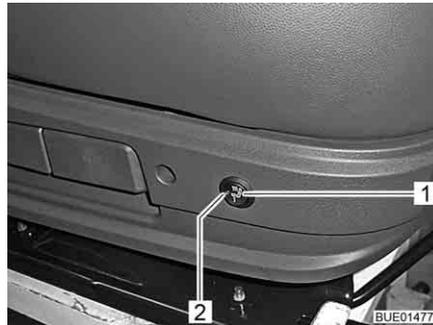

Bild 25 Schalter für Sitzheizung
- Schalter (Bild 25,1) hinten an der linken Seite der Sitzkonsole drücken.
Wenn die Sitzheizung arbeitet, leuchtet die LED (Bild 25,2).
- Schalter (Bild 25,1) in Mittelstellung schalten. Die LED erlischt.